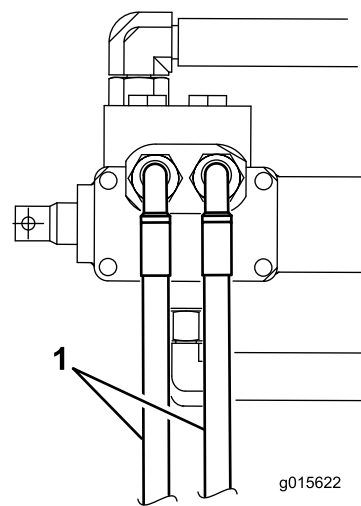

図 7
**注** 2本の油圧ホースが、真っ直ぐに制御バルブの左側を指すように向いている（図 7）ように取り付けてください。このようにすれば、タンクとホースが干渉することがありません。